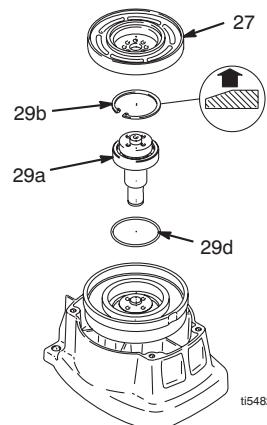

Рис. 6
6. Рис. 6. Снимите упорное кольцо (29b).
- Рис. 6. Проверьте кольцевое уплотнение (29d) и замените если его нет или если оно повреждено.